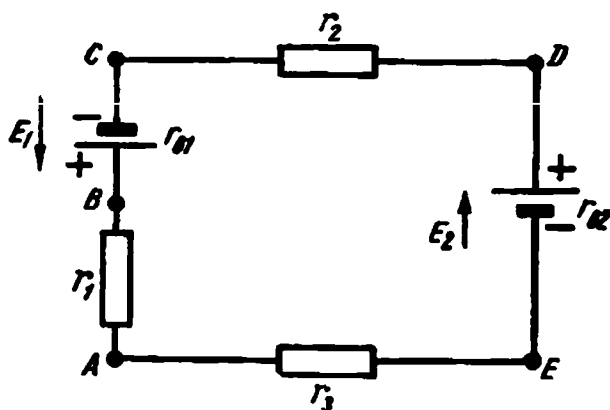

Рис. 1.34. Схема к расчетному заданию 3
**Задание 3:** построить потенциальную диаграмму для цепи (рис. 1.34), если  $E_1 = 125$  В,  $E_2 = 115$  В,  $r_{B1} = 0,4$  Ом,  $r_{B2} = 0,2$  Ом,  $r_1 = 2$  Ом,  $r_2 = 5$  Ом,  $r_3 = 2,4$  Ом.